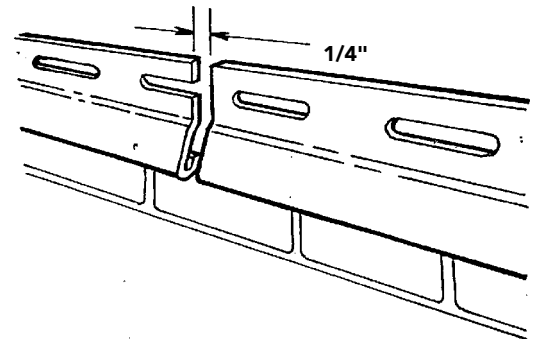

Figura 27
- Mantenga los extremos de las fajas iniciales por lo menos a 1/4" (6.4 mm) de separación para permitir la expansión (Figura 27).